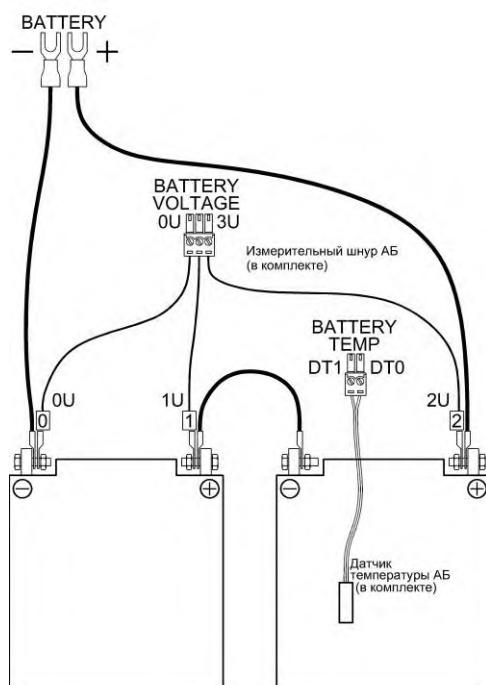

Рис. 7. Подключение АБ.
3. Произвести соединение батареи согласно схемы на рис.7. При подключении использовать провода сечением, не менее рекомендуемых в таблице 5. Соединить плюсовый полюс АБ с плюсом клеммника **BATTERY**, а минусовой полюс АБ с минусом клеммника **BATTERY**.
4. Подключить измерительный шнур контроля напряжения на моноблоках АБ к разъему **BATTERY VOLTAGE**. Наконечники подключить к клеммам АБ согласно рис.7.
6. Датчик температуры закрепить на корпусе одного из моноблоков АБ, разъем подключить к вилке **BATTERY TEMP** на задней панели блока (рис. 7).